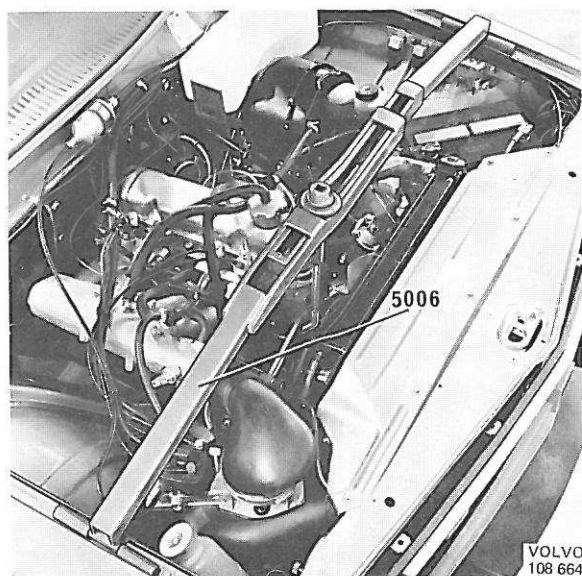

Figure 17. Outil de levage de moteur.
1. Adapter l'outil de levage 5006 comme indiqué sur la figure 17. Accrocher le crochet de l'outil au tendeur de l'alternateur et le plus près possible du bloc-cylindres. Lever le moteur jusqu'à ce que les pattes avant de fixation soient déchargées. Boucher provisoirement l'orifice de purge au bouchon du réservoir de liquide de frein afin de réduire les fuites. Déposer les enjoliveurs de roues et desserrer les écrous des roues avant d'un tour environ.